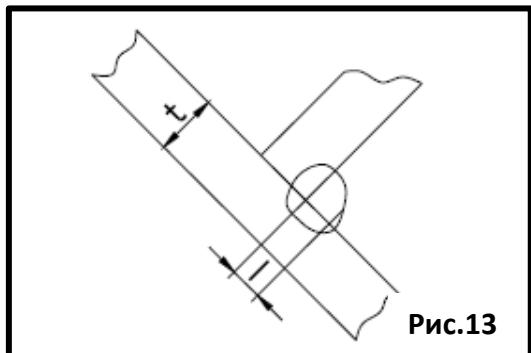

Рис.13
6.3. Параметры для сварки угловых швов в вертикальном положении (Рис.13).